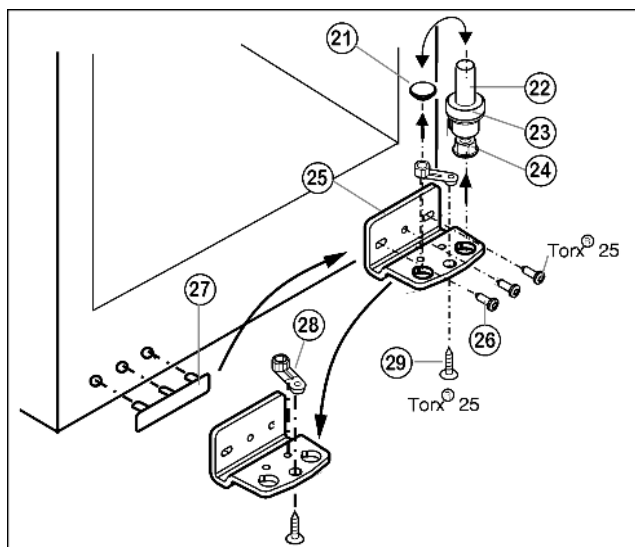

Fig. 5
- ▶ Извлеките опорный винт Fig. 5 (22) в комплекте с шайбой Fig. 5 (23) и регулируемой опорой Fig. 5 (24), вытягивая его вверх.
- ▶ Снимите пробку Fig. 5 (21).
- ▶ Открутите Fig. 5 (26) опорный кронштейн Fig. 5 (25).
- ▶ Открутите Fig. 5 (29) опорную деталь Fig. 5 (28) и, переставив в отверстие на противоположной стороне опорного кронштейна, снова прикрутите.
- ▶ Осторожно снимите и переставьте на противоположную сторону крышку со стороны ручки Fig. 5 (27).
- ▶ Снова прикрутите опорный кронштейн Fig. 5 (25) на новой стороне шарнира (с моментом 4 Нм). При необходимости используйте аккумуляторный шуруповерт.
- ▶ Переставьте пробку Fig. 5 (21) в свободное отверстие.
- ▶ Вновь установите опорный винт Fig. 5 (22) в комплекте с шайбой и регулируемой опорой. При этом фиксатор должен быть направлен назад.
- ▶ Установите дверцу сверху на нижний опорный палец Fig. 5 (22).
- ▶ При необходимости выровняйте дверцу через два продольных паза в нижнем опорном кронштейне Fig. 5 (25) параллельно корпусу устройства. Для этого выкрутите средний винт.